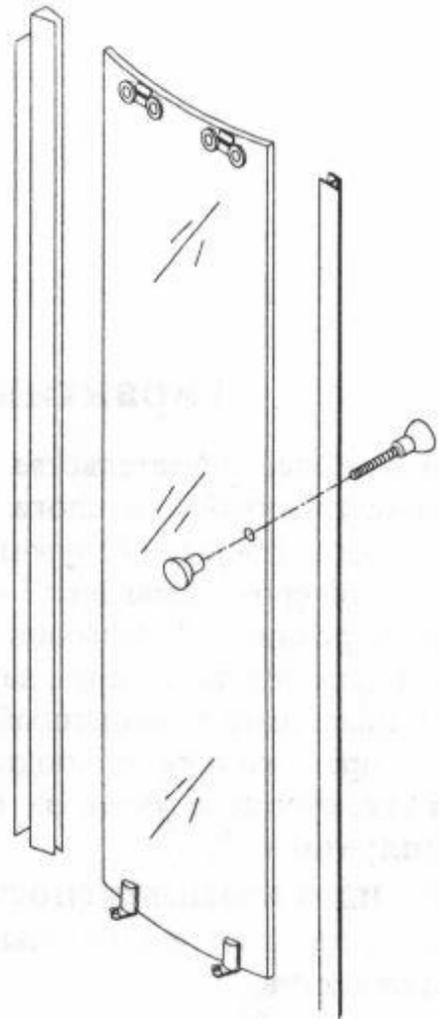

Рис. 10
10. Закрепите дверные ручки и установите все водонепроницаемые и магнитные планки на двери (рис. 10).